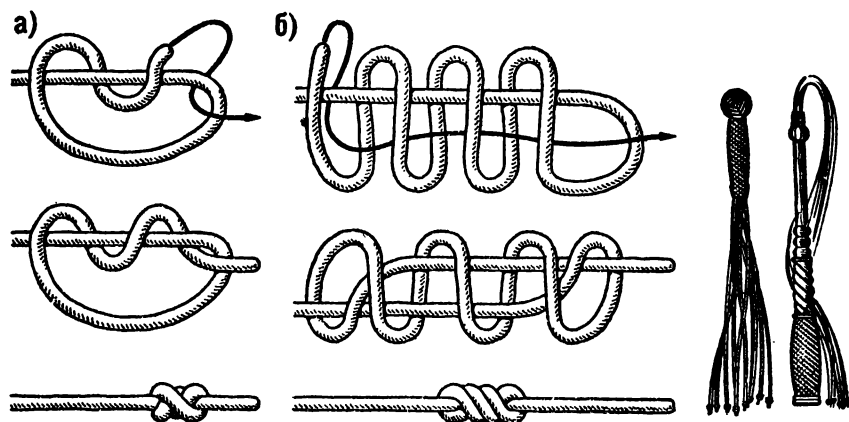

Рис. 2. «Кровавый» узел:
**«Кровавый» узел** (рис. 2). От простого узла этот узел отличается тем, что его ходовой конец, будучи введен в петлю, еще один раз обносится вокруг коренной части троса. Это почти вдвое увеличивает размеры узла.
Существуют два способа вязки таких узлов. Если число узелков не превышает трех, шлаг ходовым концом троса делают внутрь петли (рис. 2, а), а если оно больше, то вокруг коренной части троса и его ходовой конец пропускают внутрь (рис. 2, б).